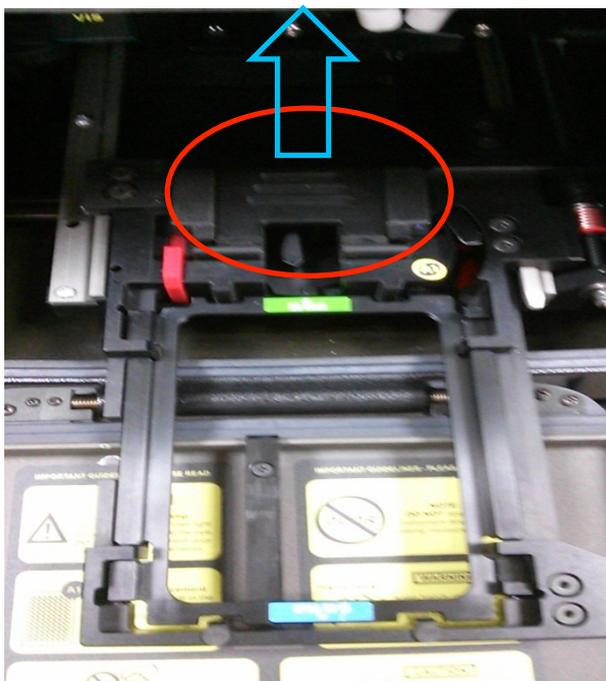

図 8
- 4) 清拭したプレートカバーを図 8 の  部分を矢印の方向に押しながらプレートカバーを差し込み元に戻す。